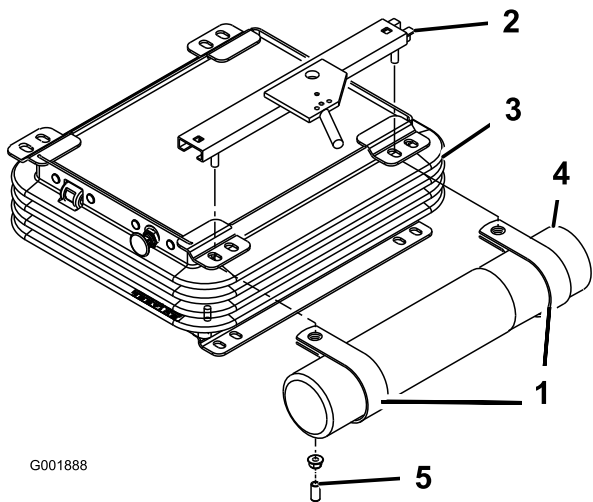

Figure 7
2. Retirez les 2 écrous et capuchons en vinyle (le cas échéant) qui fixent le support de siège supérieur au côté gauche de la suspension du siège (Figure 7).
3. Fixez légèrement les colliers en R sur les goujons du support de siège à l'aide des 2 écrous retirés précédemment (Figure 7).
- Placez le tube de rangement du manuel dans les colliers en R et serrez les écrous (Figure 7).